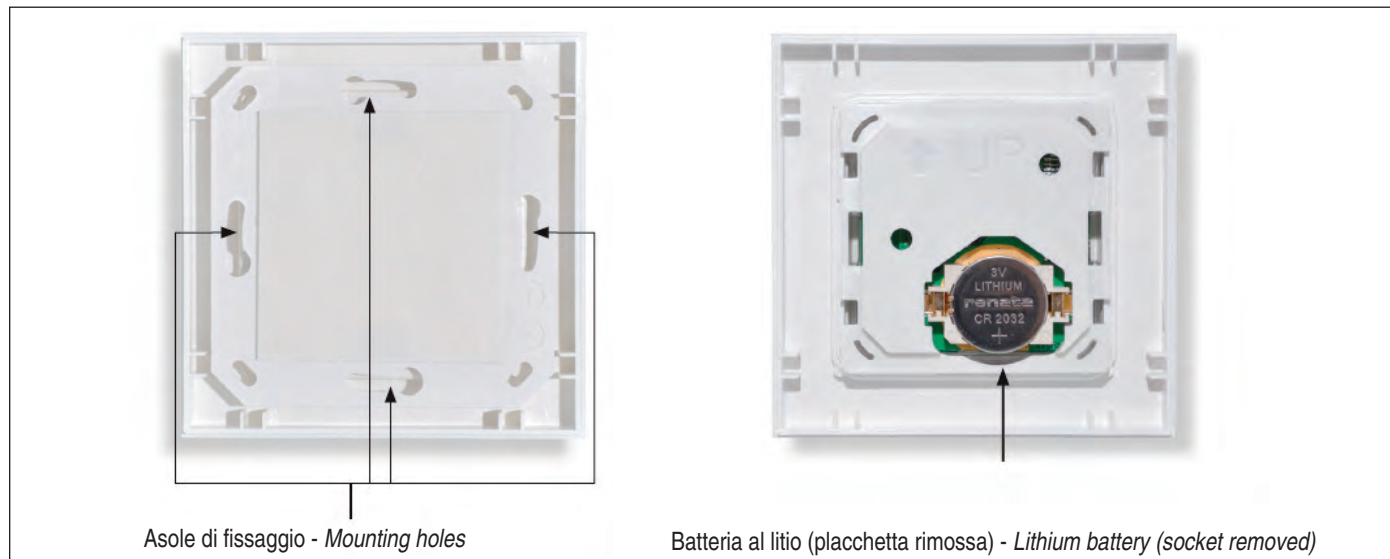

fig. 14
- Per l'installazione a parete dell'interfaccia non è necessaria una scatola ad incasso, dato lo spessore esiguo; tuttavia si può utilizzare anche una scatola da due moduli. Per fissarla alla parete utilizzare 2 opportuni fisher con viti attraverso le asole presenti nella placchetta posteriore (fig.14).
- For the installation of the interface, only if needed, use a two module flush mounted wall box. The interface is very thin and usually it is not necessary to install the box. Fix it to the wall by two appropriate fisher with screws through the eyelets in the rear socket (fig.14).